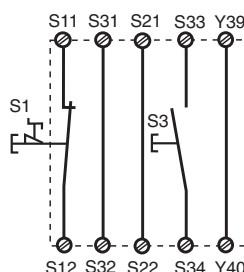

Fig. 3: Eingangskreis einkanalig, überwachter Start/Single-channel input circuit, monitored reset/Commande par 1 canal, surveillance du poussoir de validation
- Fig. 3, 4, 5, 6, 8:
- Fig 3, 4, 5, 6, 8: S13-S14 **not** connected